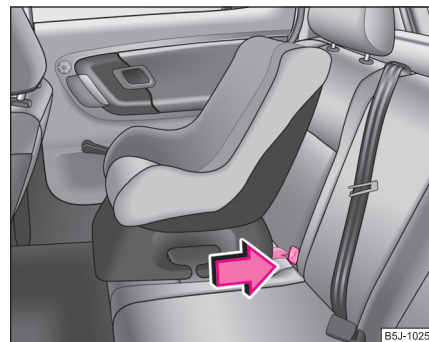

Fig. 131 Scaunul cu sistem ISOFIX se montează în dispozitivele de prindere existente.
- Împingeți brațele de fixare ale scaunului pentru copii prin elementele de prindere montate, în inele, până când se aude zgomotul specific de blocare ⇒ fig. 131.